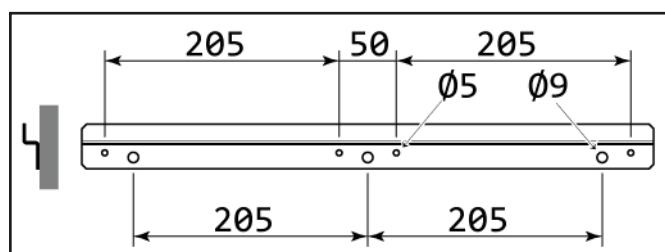

Fig.3 – Trous et positionnement de l'étrier mural
- Utiliser l'étrier fourni comme masque pour marquer les trous sur le mur comme indiqué sur la Fig.3.
- Faire 3 trous Ø10mm de 65mm de profondeur comme indiqué sur la Fig.3. En alternative, on peut appliquer des vis plus petites (non fournies) en utilisant les quatre trous Ø5.